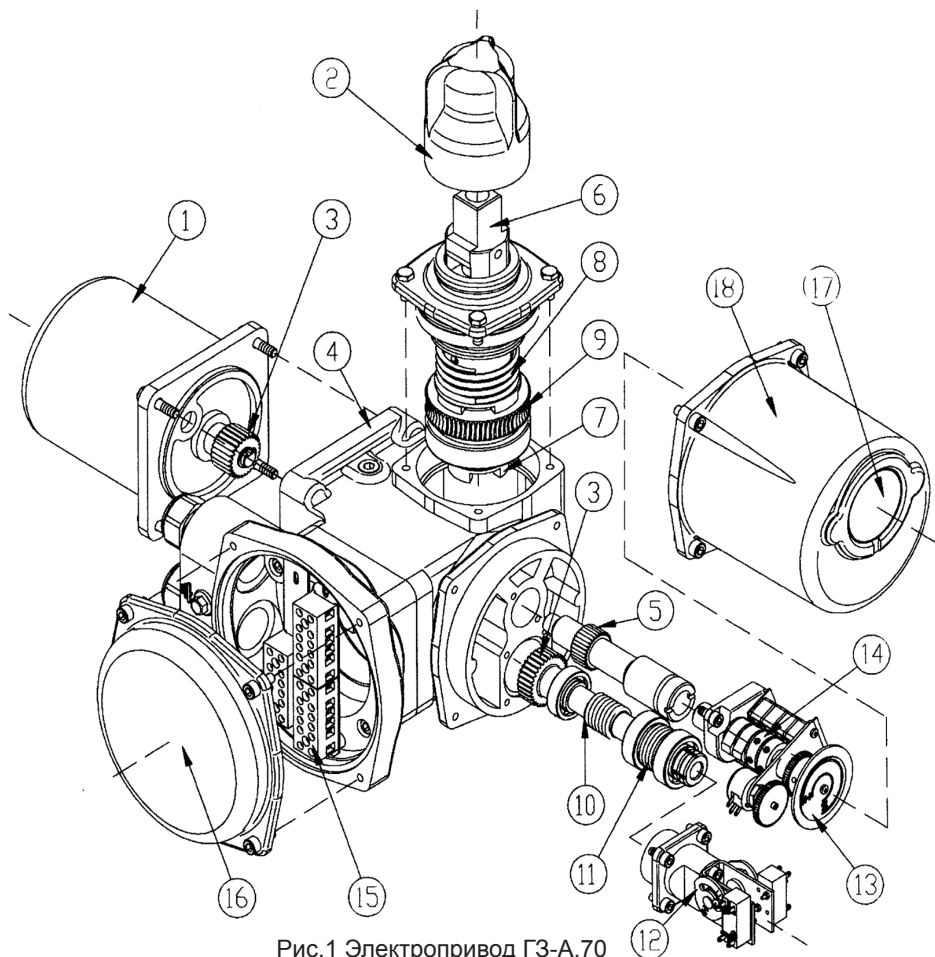
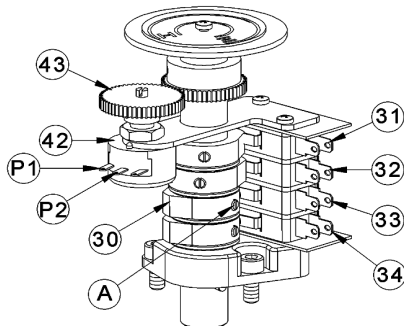
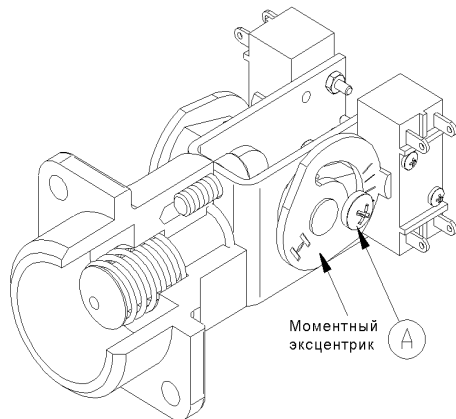

Рис.1 Электропривод ГЗ-А.70
Рис.2 Индикатор положения затвора
Рис.3 Ограничитель крутящего момента
Электродвигателя (1), червячного редуктора (9, 10), двухсторонней муфты ограничения крутящего момента (момента муфта) (10, 11, 12), ограничителя хода выходного вала (14), индикатора положения затвора арматуры (13), рычага переключения режимов работы (6), выходного вала (7) и корпусных деталей (рис. 1).
Ограничитель хода выходного вала состоит из микровыключателей (31, 32, 33, 34), кулачков (30), размещенных на валу индикатора положения затвора (13), омического датчика (опционально) (42), шестерни омического датчика (при его наличии) (43), которая соединена с индикатором положения затвора (13) (рис. 1, рис. 2).
При ручном управлении вращение от рычага переключения режимов (6) (рис. 1) передается на выходной вал (7) электропривода. Один оборот рычага соответствует одному обороту выходного вала.
Ограничитель хода выходного вала (14) (рис. 1) непосредственно подсоединен через шестерню (5) к выходному валу. После надлежащей настройки ограничителя хода выходного вала индикатор положения затвора арматуры (13) соответствует определенным положениям затвора арматуры независимо от режима работы привода - ручного или электрического.
При достижении предварительно установленной величины крутящего момента в положении ЗАКРЫТО или ОТКРЫТО, либо в случае аварийного заклинивания штока затвора арматуры в промежуточном положении, выходной вал с червячным колесом останавливается, а червячный вал (10), ввинчиваясь в венец червячного колеса (9), вследствие продолжающегося вращения ротора электродвигателя, начинает перемещаться в осевом направлении, сжимая тарельчатые пружины (11) (рис. 1). Величина сжатия тарельчатых пружин определена необходимым усилием уплотнения затвора арматуры и устанавливается при настройке электропривода. Поступательное движение червячного вала приводит к перемещению вала ограничителя крутящего момента (12) (рис. 1). Вал ограничителя крутящего момента (рис. 3) поворачивает моментные эксцентрики, нажимая кнопки муфтовых микровыключателей, размыкает цепь управления питанием двигателя электропривода.